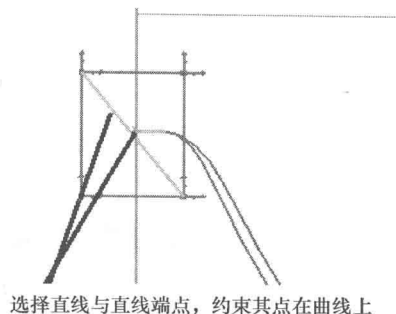
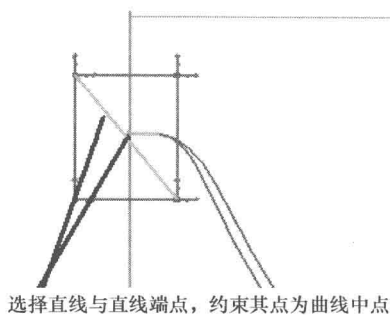
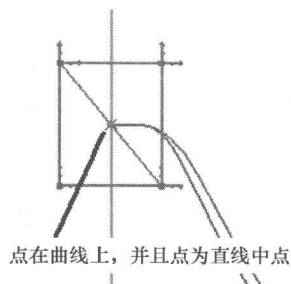

图 1-41
图 1-42
图 1-43
(3) 加上约束。在【草图约束】工具条中选择 (约束) 图标, 在草图中选择直线与直线端点, 如图 1-41 所示。此时, 草图左上角出现浮动工具按钮, 在其中选择 (点在曲线上) 图标, 然后选择直线与直线端点, 如图 1-42 所示。此时, 草图左上角出现浮动工具按钮, 在其中选择 (中点) 图标, 约束的结果如图 1-43 所示。在【草图约束】工具条中选择 (显示所有约束) 图标, 使图形中的约束显示出来。